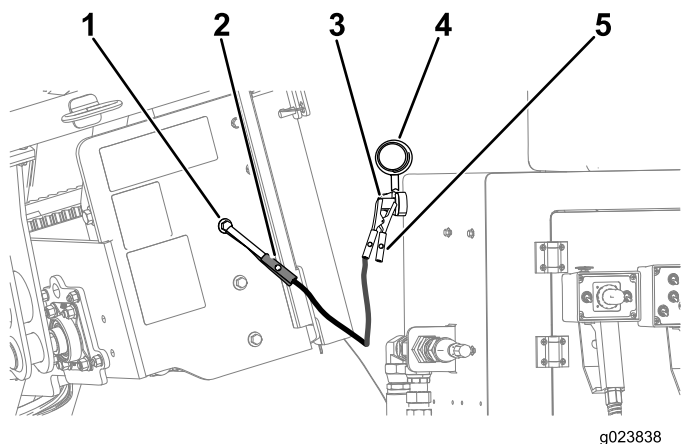

Figura 131
6. Retire a tampa do terminal auxiliar (Figura 131).
7. Conecte o cabo de "chupeta" positivo (+) ao terminal auxiliar (Figura 131).
8. Conecte o cabo de "chupeta" negativo (-) a um ponto de aterramento, como um parafuso não pintado ou perfil do chassi (Figura 131).
10. Quando o motor funcionar, solicite à outra pessoa desconectar o cabo de chupeta negativo (-) da estrutura e em seguida desconectar o cabo de chupeta positivo (+) (Figura 131).